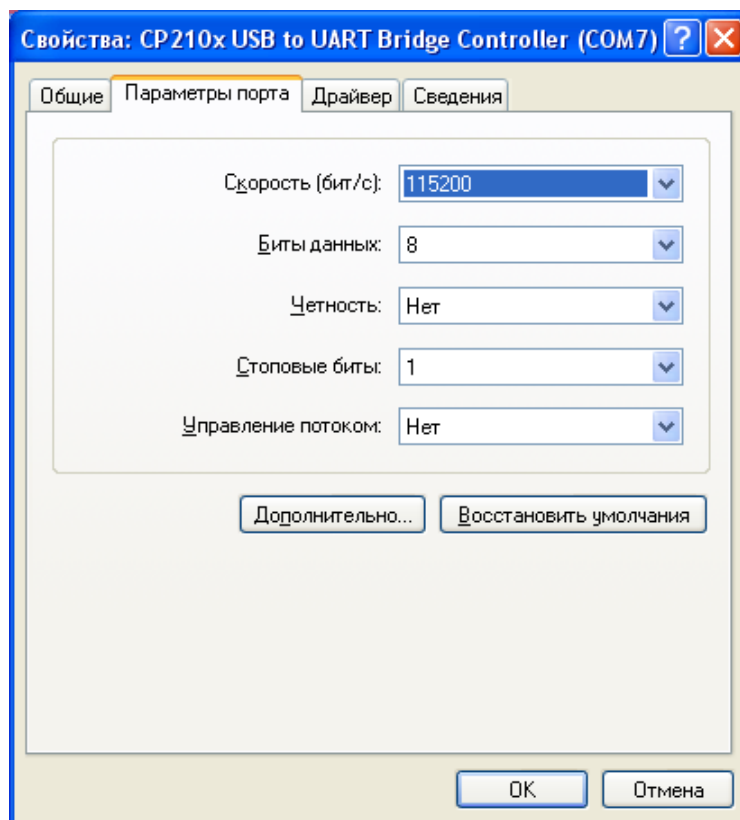

Рисунок 2 – Окно «Свойства»
- в окне «Свойства» выберите закладку «Параметры порта», рисунок 2, и нажмите кнопку «Дополнительно...».